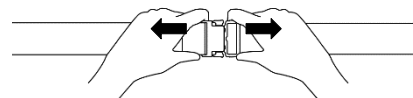

Fig. 6-2
- ⑨ ベルトにほつれや損傷はありませんか
- ⑩ バックルに損傷や変形はありませんか
- ⑪ バックルは「カチッ」と音が鳴りロックされますか
- ⑫ バックルは側面のボタン部分を押し以外の方法で外れませんか (Fig. 6-2)